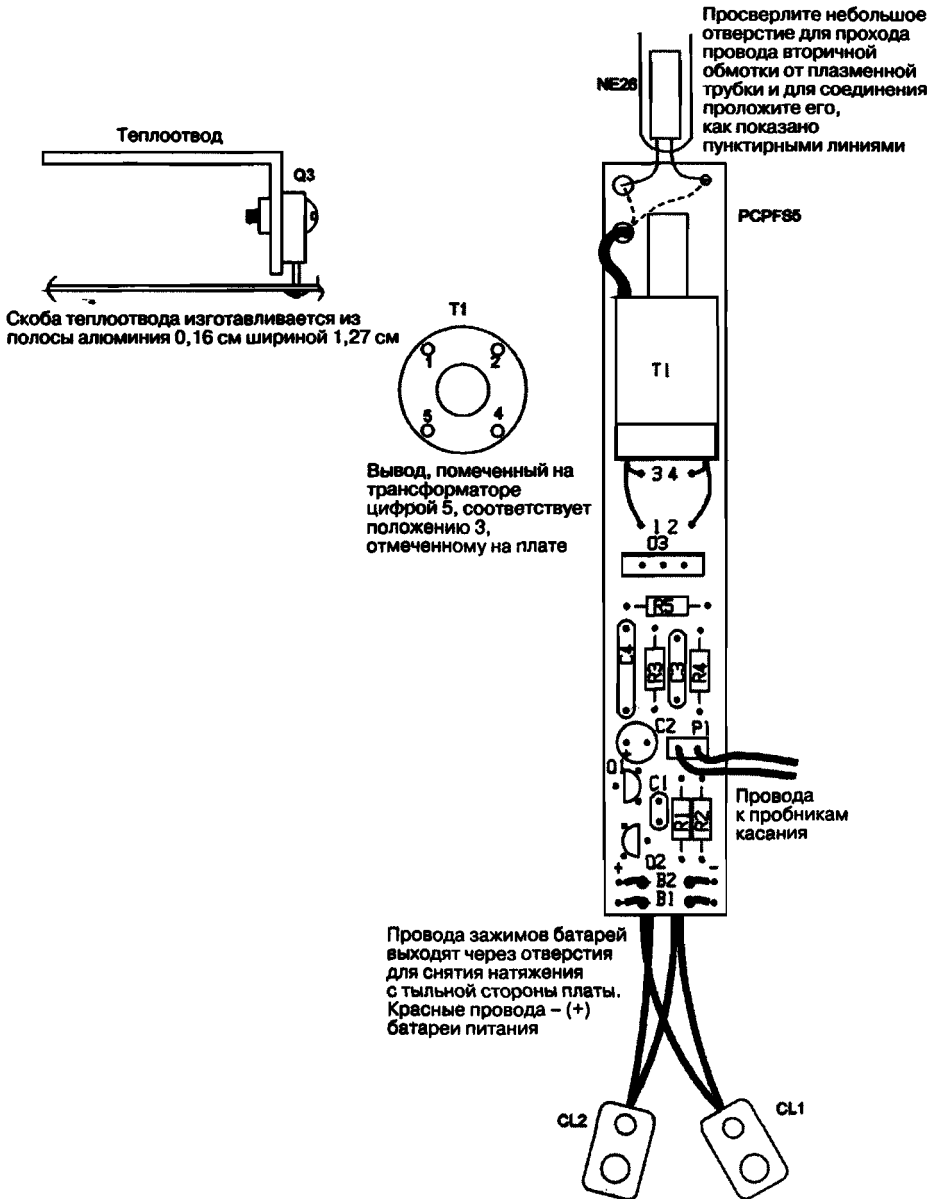

Рис. 21.4. Размещение компонентов на плате
2. Идентифицируйте между собой выводы на основании трансформатора Т1 и на плате, как показано на рис. 21.4.
3. Вставьте компоненты в печатную плату РСРF5 (см. рис. 21.4). Имейте в виду, что у вас должно оставаться по меньшей мере 0,32–0,64 см выводов между компонентами и поверхностью платы. Также обратите внимание